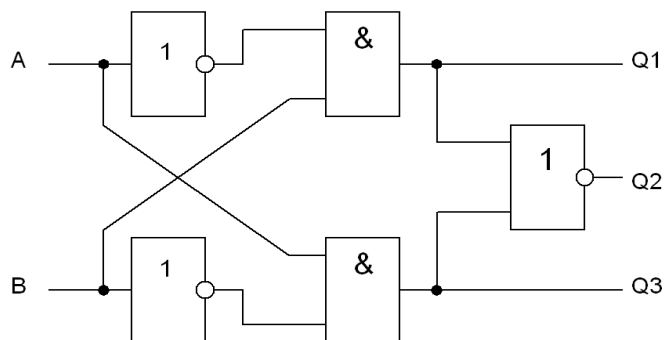

Рис.21
**Вопрос 58.** Схема какого устройства изображена на рис.21?
**Вопрос 59.** Определите, какими логическими выражениями описываются выходные сигналы схемы на рис.21?